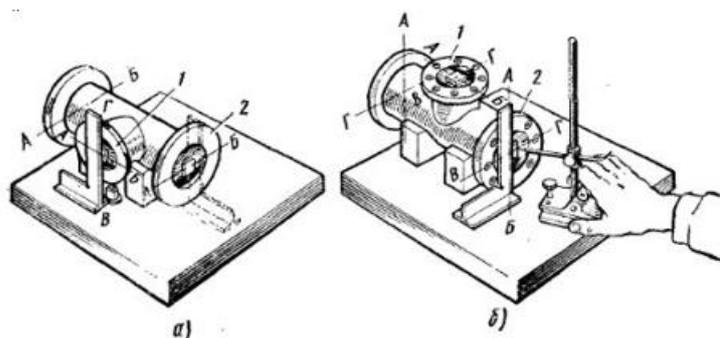

Рисунок 8 - Разметка патрубка с перекантровкой: а — первое положение; б — второе положение
– патрубок устанавливают на две призмы, чтобы средний фланец опирался на домкратик (рис. 8, а).
Установите деталь на две призмы так, чтобы средний фланец опирался на подкладки 4, 3 (рис. 8, а). Проверьте рейсмасом по верхней или нижней кромке отверстия положение детали на разметочной плите.